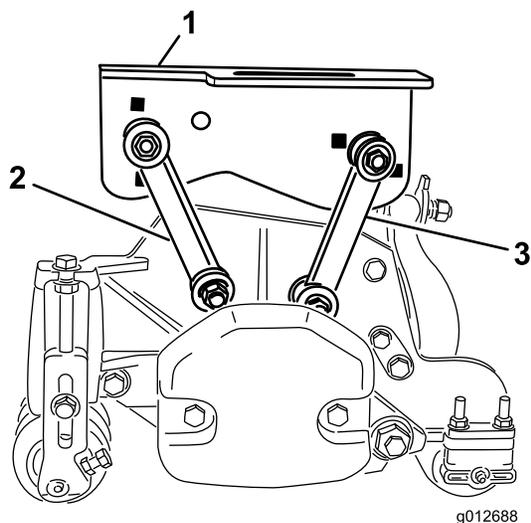

図 17
- 前取り付けリンクを中央のキャリアフレームに固定する ボルト3/8 x 2-1/4 インチ1本、平ワッシャ2枚、ロックナット1個を使用して 図 17 のように取り付ける。取り付ける時にリンクの両側にワッシャを入れる。締め具を 42N m8.3kg.m = 31ft-lb にトルク締めする。
- 後取り付けリンクを中央のキャリアフレームに固定する ボルト3/8 x 2-1/4 インチ1本、平ワッシャ2枚、ロックナット1個を使用して 図 17 のように取り付ける。取り付ける時にリンクの両側にワッシャを入れる。締め具を 42N m8.3kg.m = 31ft-lb にトルク締めする。